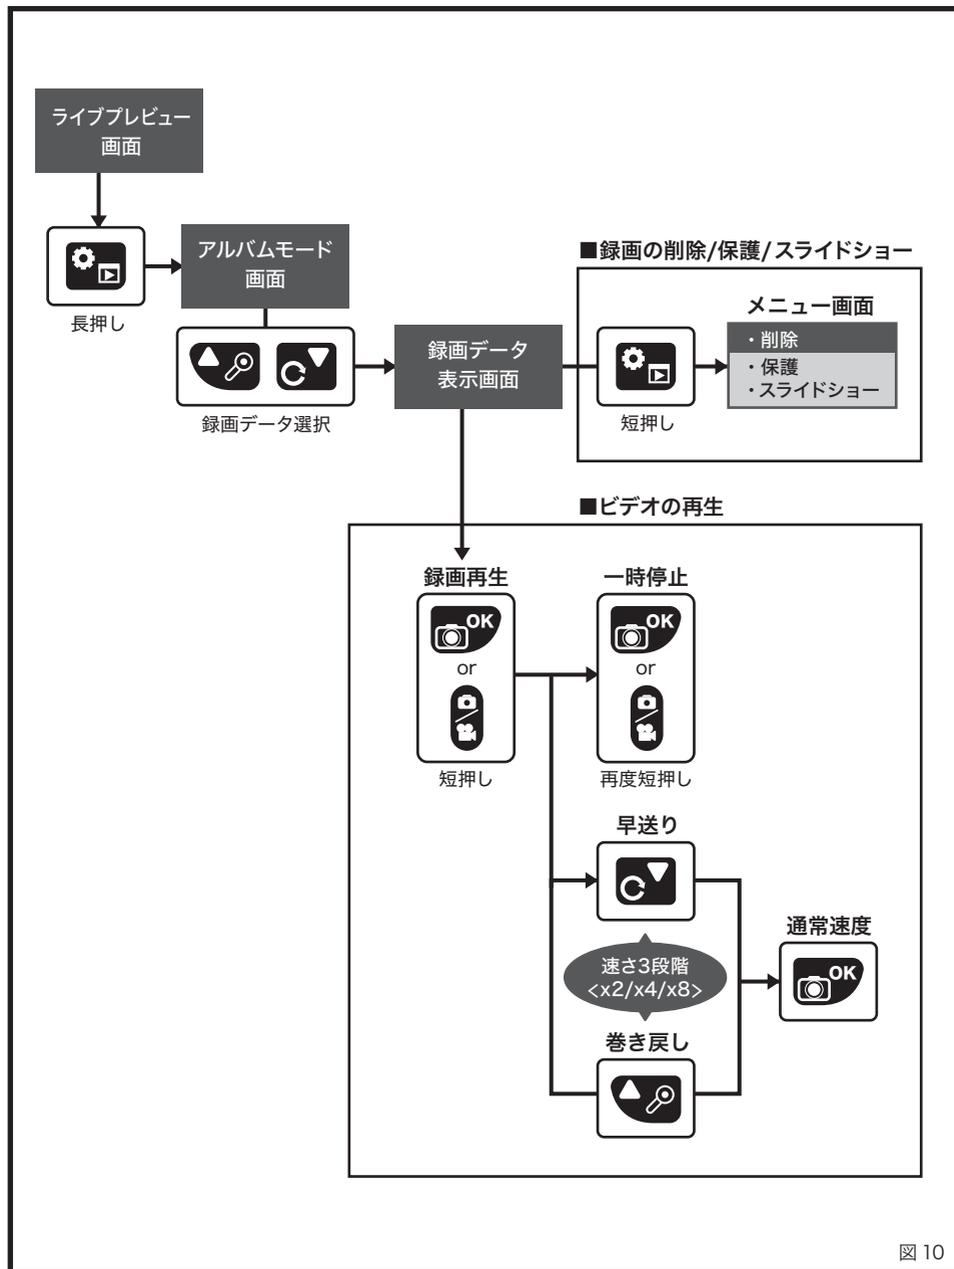

図 10
■ 写真 / ビデオ / アルバムモードの操作 (図 10)